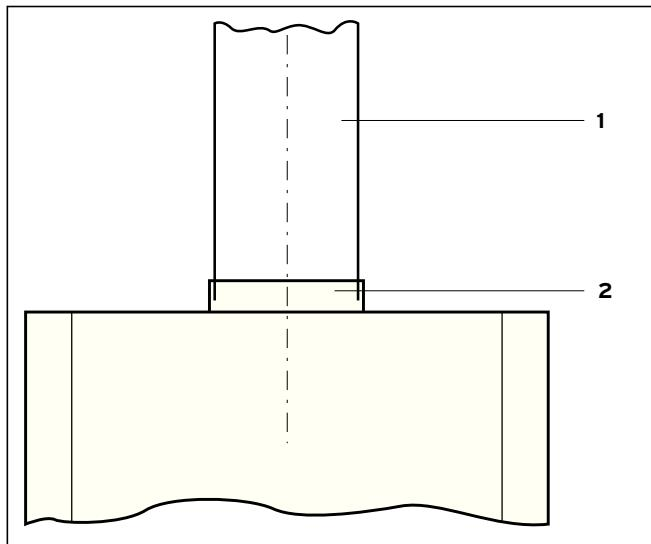

Рис. 5.1 Подключение к дымоходу
Пояснения к рис. 5.1
- ЕУстановите трубу дымохода (1) в патрубок трубы дымохода (2) на предохранителе тяги, см. рис. 5.1 Подключение к дымоходу.